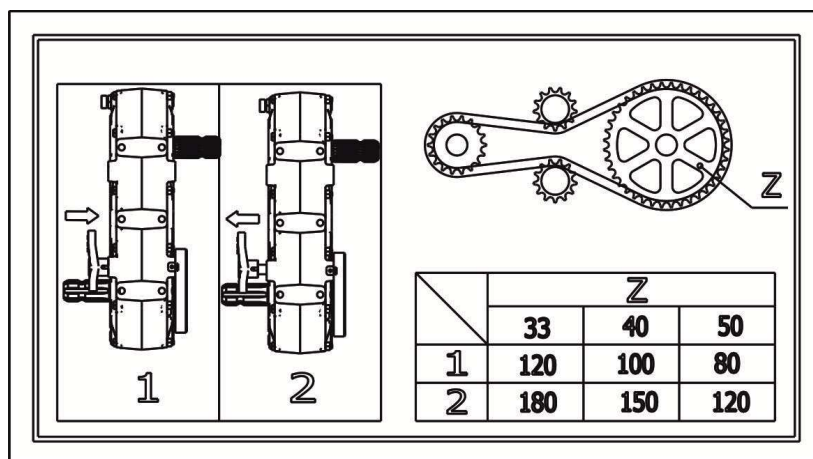

Рисунок 7.18 – Аппликация "Схема переключения скорости вращения шнека" (для ЖРН-561/-02)
7.9.3 Для удобства регулировки оборотов шнека на задней стенке жатки (возле коробки переключения скоростей) имеются аппликации (рисунок 7.18, 7.19). На аппликациях